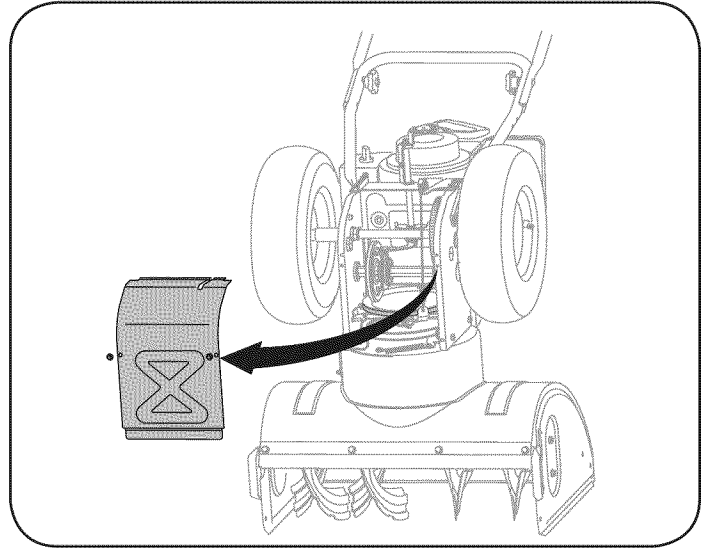

Figura 29
5. Saque la cubierta del marco desde debajo de la máquina quitanieve retirando los tornillos autorroscantes que la aseguran. Vea la figura 29.
- Saque la cubierta del marco desde debajo de la máquina quitanieve retirando los tornillos autorroscantes que la aseguran. Vea la figura 29.